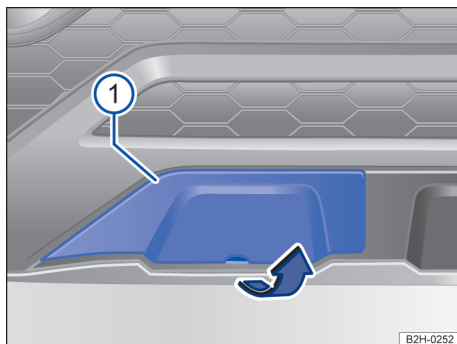

Fig. 165 No para-choque dianteiro à direita: cobertura.
O alojamento da argola de reboque rosqueável se encontra na parte dianteira direita do para-choque sob uma cobertura → Fig. 165 .
- Segurar no entalhe da cobertura e remover a cobertura no sentido da seta → Fig. 165.